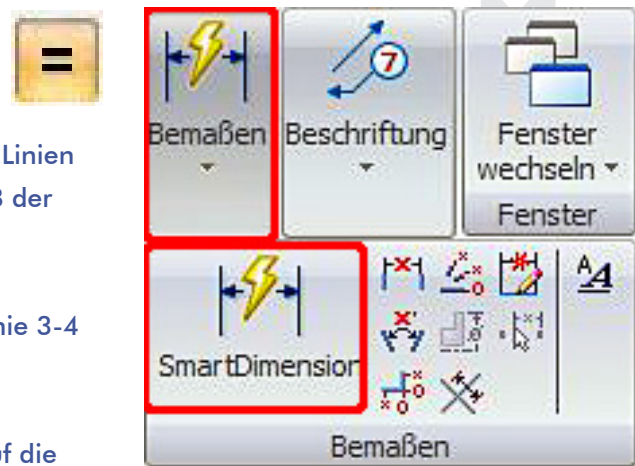

Abb. 11 Der Befehl Smartdimension
19. Klicken Sie in der Gruppe *-Bemaßen-* auf *-SmartDimension-* (Abb. 11).